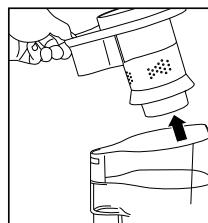

Fig. 5
- Retire el soporte del filtro ciclónico (Fig. 5).